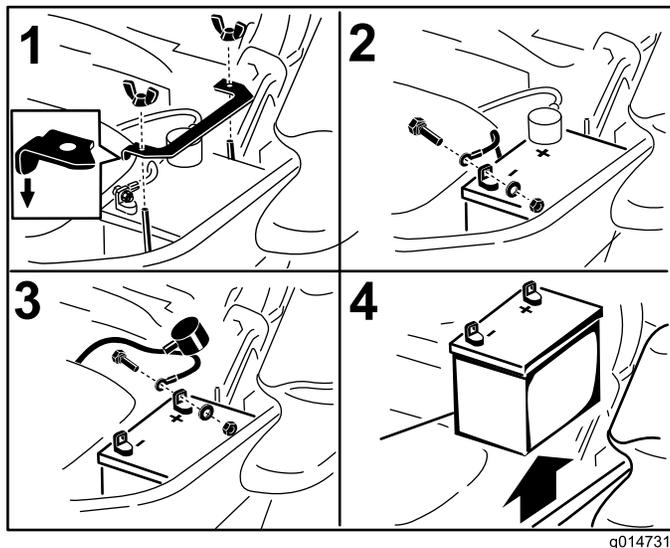

Figura 48
3. Primero desconecte el cable negativo (negro) del borne negativo (-) (negro) de la batería (Figura 48).
4. Retire la cubierta de goma roja del borne positivo (rojo) de la batería y retire el cable positivo (+) (rojo) (Figura 48).
5. Retire la tuerca de orejeta que sujeta la abrazadera de la batería (Figura 48).
6. Retire la abrazadera (Figura 48).
1. Coloque la batería en la bandeja, con los bornes frente al depósito de aceite hidráulico (Figura 48).
4. Fije los cables con 2 pernos, 2 arandelas, y 2 contratuercas (Figura 48).
6. Instale la abrazadera y sujétela con la tuerca de orejeta (Figura 48).